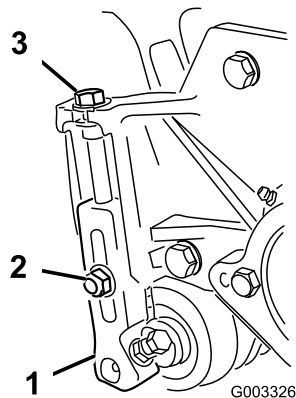

Figure 14
1. Desserrez les contre-écrous qui fixent les bras de hauteur de coupe aux plaques latérales du plateau de coupe (Figure 14).